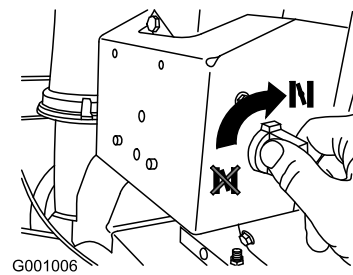

Figure 27
4. Tournez la commande de starter à la position ouverte (Figure 27).